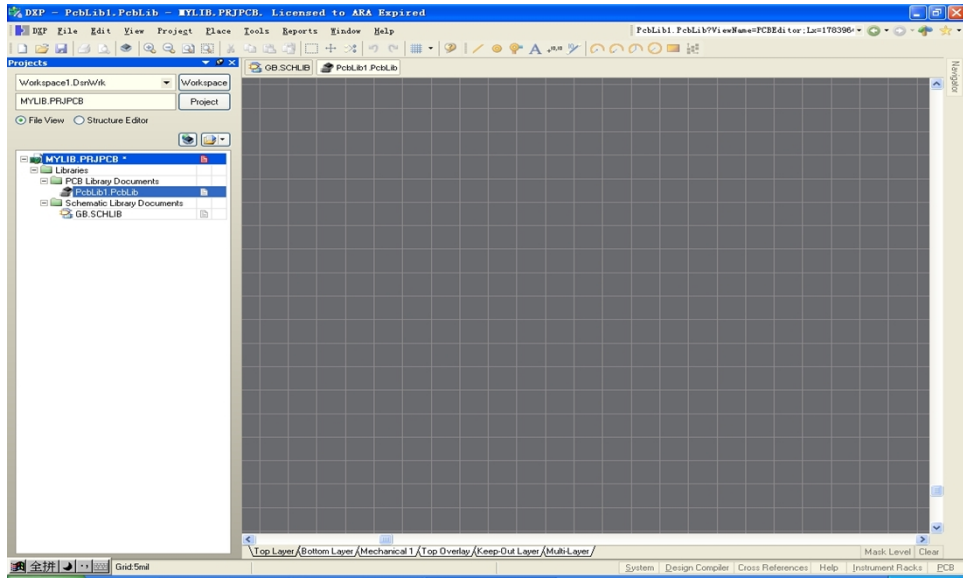

图 5.29 创建元件封装库文件
1) 执行选单命令 File\New\PCB Library，新建一个元件封装库文件，在项目管理器中自动出现文件名为“PCBLib1.PCBLib”的元件库文件，如图 5.29 所示。